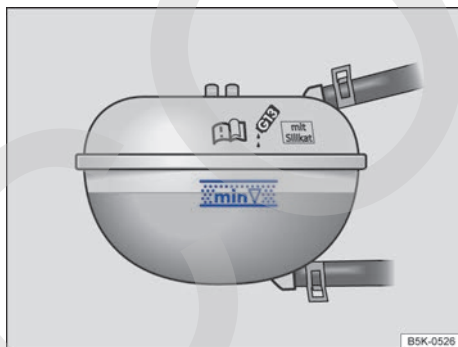

Fig. 181 En el vano motor: marcas en el depósito de expansión del líquido refrigerante del motor.
- Con el motor en frío, compruebe el nivel del líquido refrigerante en las marcas laterales del depósito de expansión ⇒ fig. 181. El nivel del líquido refrigerante deberá encontrarse dentro de las marcas.
- El nivel del líquido refrigerante deberá encontrarse entre las marcas del depósito de expansión ⇒ fig. 181. **¡No rebasa nunca el borde superior de la zona marcada** ⇒ .
- Al añadir líquido refrigerante, no rebase el borde superior de la zona marcada ⇒ **fig. 181**. De lo contrario, al subir la temperatura el líquido sobrante es expulsado del sistema de refrigeración del motor y puede causar daños.